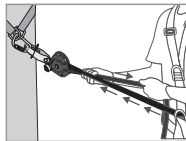
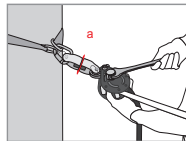

Fig 3
Fig 4
Após a instalação da linha de vida, a tensão deve ser pré-regulada, puxando manualmente a corda (lado do nó de extremidade —Fig. 3). Automaticamente, o came (8) e a alavanca do came (4) devem entrar em contacto com as cordas. Baixe a alavanca do came (4) e, com recurso a uma chave adaptada, aplique tensão sobre o eixo de regulação da tensão (1) até que a anilha do indicador de tensão (a) colocada no indicador de tensão (2) rode facilmente (Fig. 4). Se rodar facilmente, NÃO APERTE MAIS! Tal corresponderá a uma pré-tensão da linha de cerca de 1 kN. Durante a utilização, verifique regularmente a tensão (rotação da anilha do indicador de tensão) e ajuste conforme necessário, de acordo com as instruções abaixo.